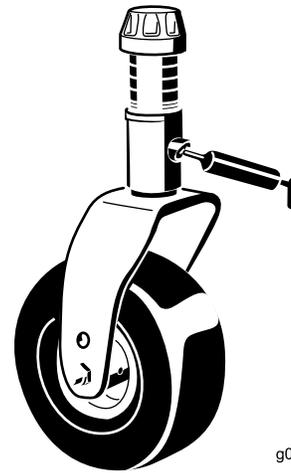

Figura 41
- 1 boccola dell'albero della forcella della ruota orientabile (Figura 41)